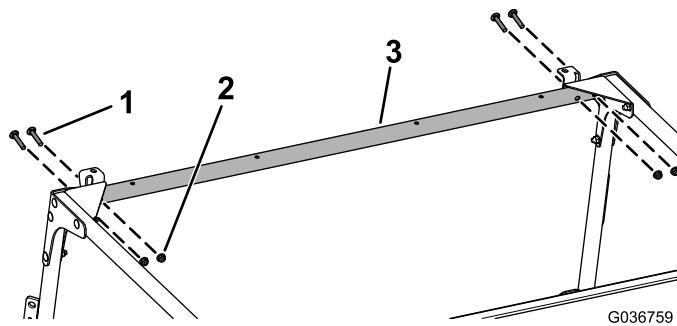

Figura 11
10. Montate, senza serrarlo, il collegamento trasversale anteriore alle piastre anteriori e ai rinforzi degli angoli utilizzando 4 bulloni a testa tonda (5/16" x 1 $\frac{3}{4}$ ") e 4 dadi flangiati (5/16") come illustrato nella Figura 11.